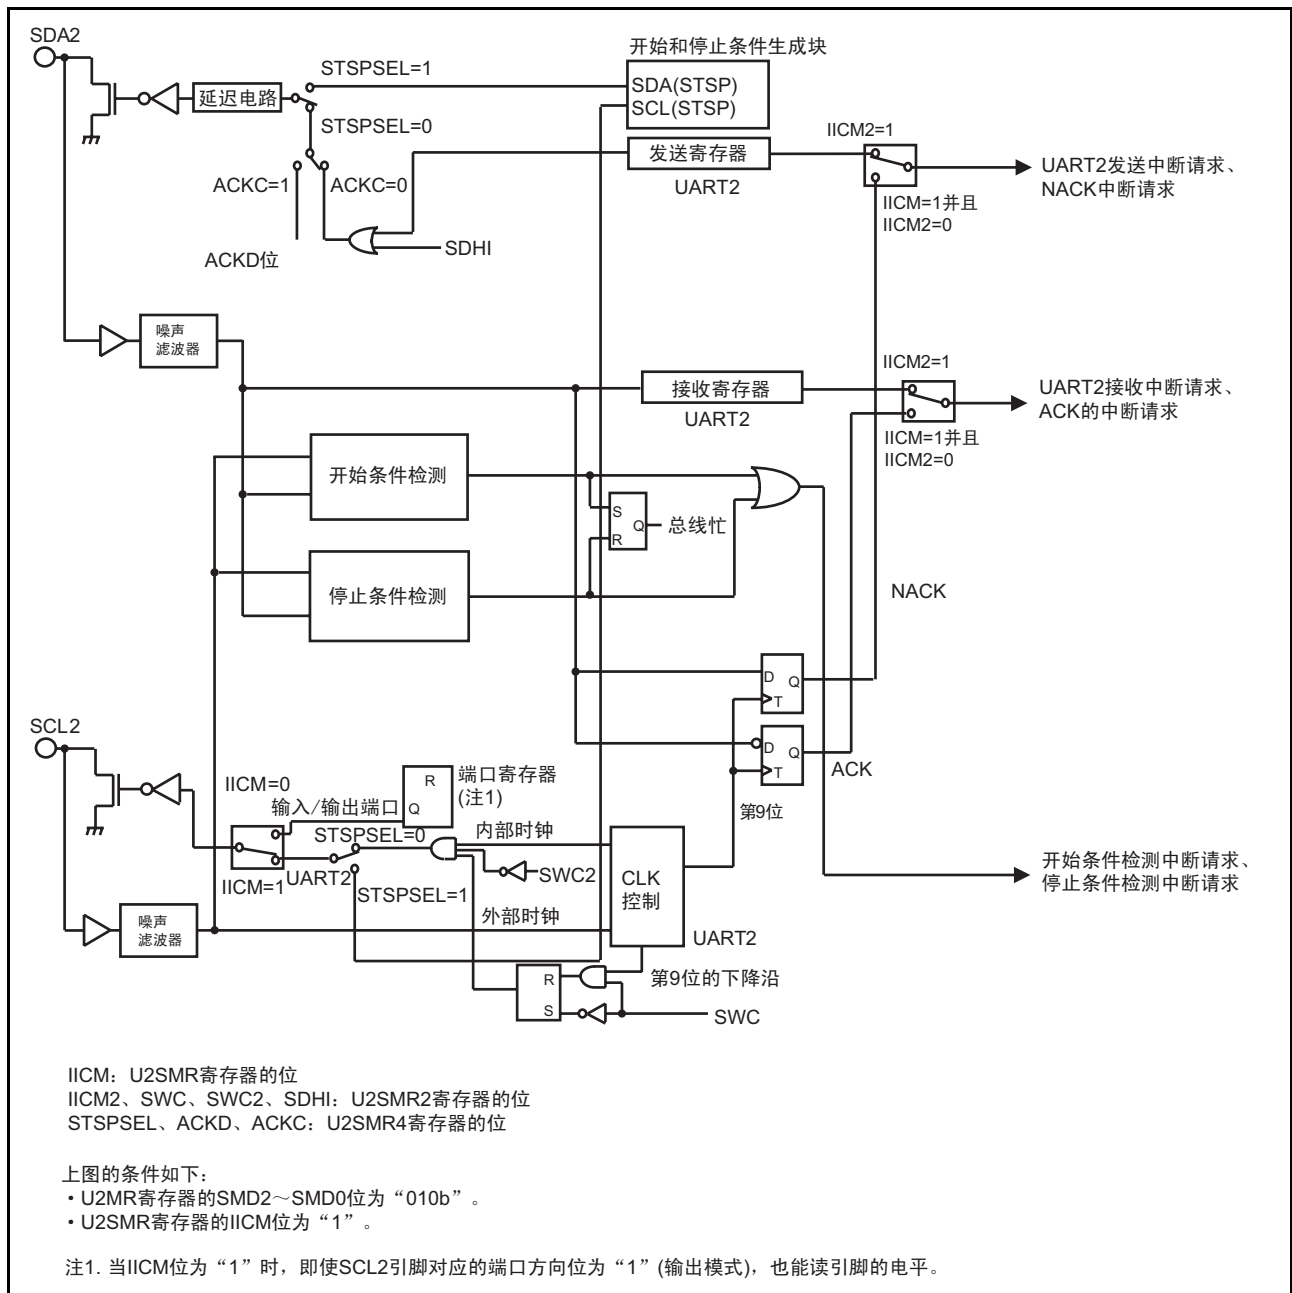
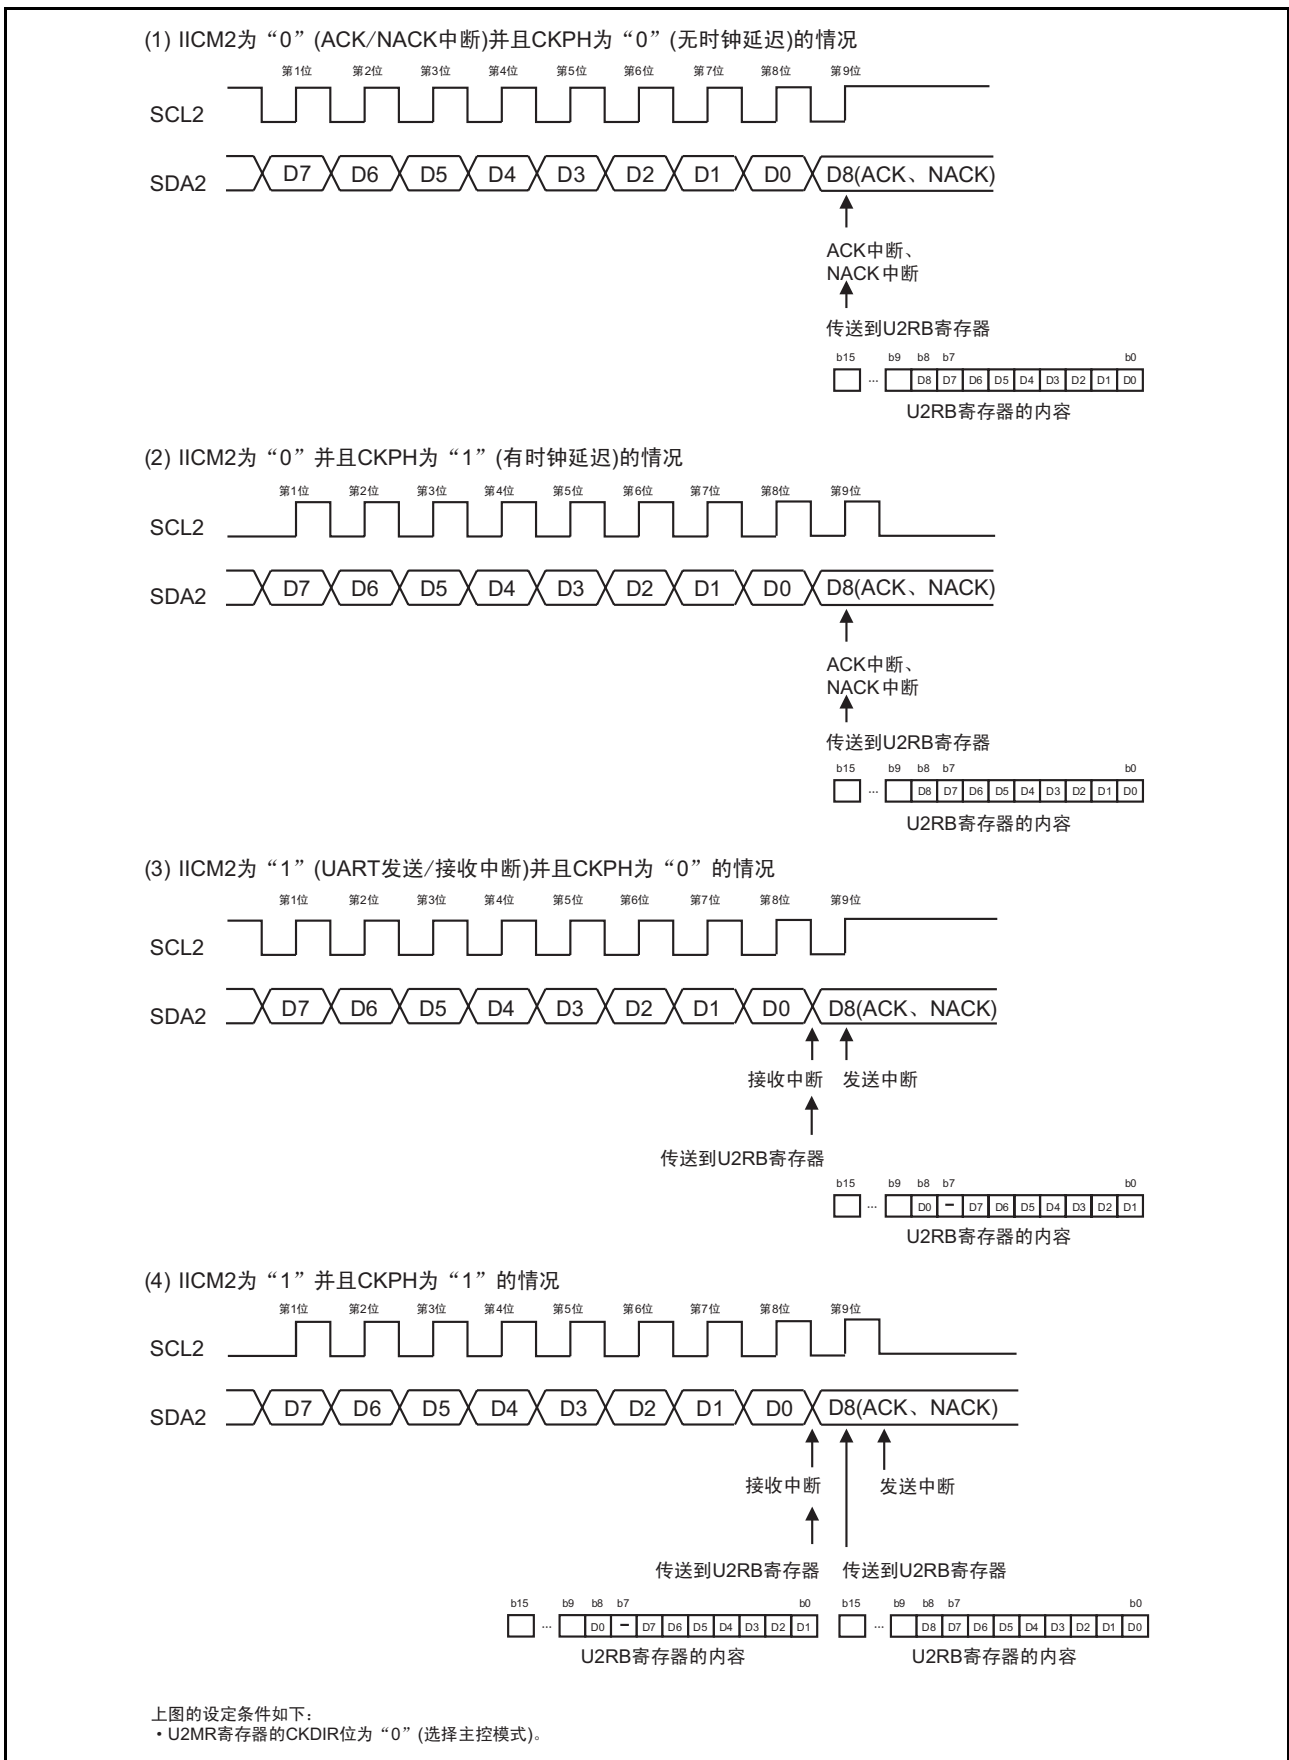

图 21.13 I2C 模式的框图
图 21.14 U2RB 寄存器的传送和中断时序
I²C 模式是对应简易型 I²C 接口的模式。I²C 模式的规格和 I²C 模式的各功能分别如表 21.9 和表 21.12 所示，I²C 模式中使用的寄存器及其设定值如表 21.10 ~ 表 21.11 所示，I²C 模式的框图如图 21.13 所示，U2RB 寄存器的传送和中断时序如图 21.14 所示。
- 注 6. 参照“图 21.14 U2RB 寄存器的传送和中断时序”。
通过如“图 21.14 U2RB 寄存器的传送和中断时序”所示的传送时钟进行发送和接收。